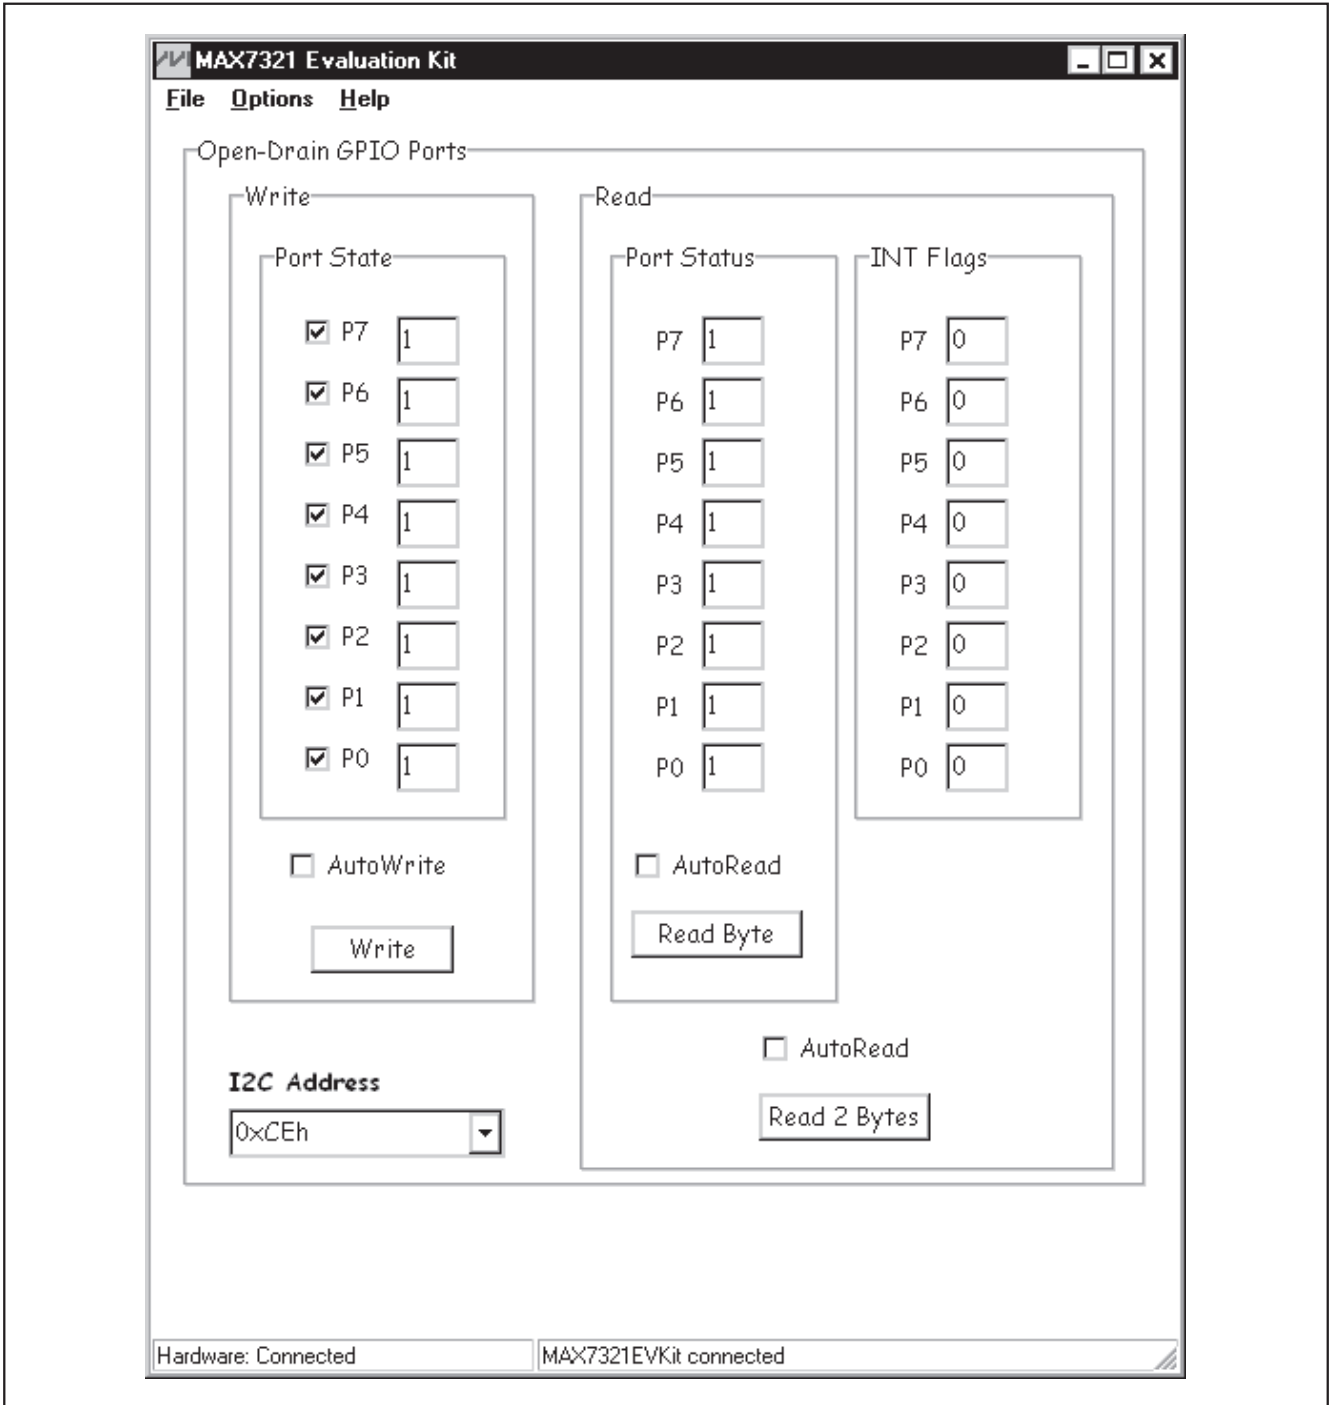

図1. MAX7321のEVキットのソフトウェアのメインウィンドウ
- 6) **スタート | すべてのプログラム**メニューにあるアイコンを開いてMAX7321のEVキットのソフトウェアを起動してください。すると、EVキットソフトウェアのメインウィンドウが図1に示すように現れます。
MAX7321のEVキットのメインウィンドウが図1に示されています。